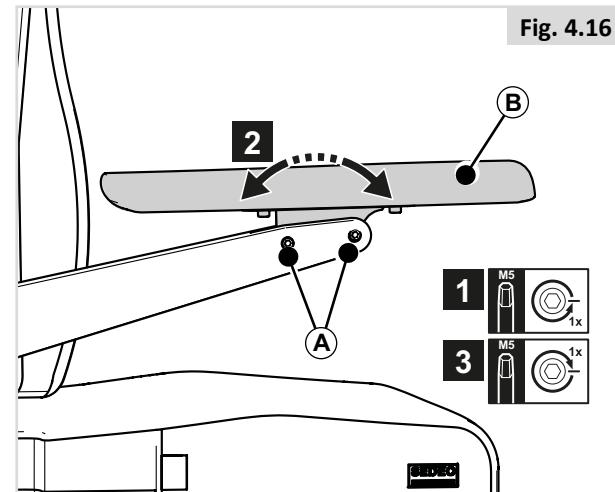

Fig. 4.16
TRIN 2 (Fig. 4.16)
For at kunne nå den bageste skrue ved lave armlænshøjder, skal du først løsne skruerne (A) i Fig. 4.16 og justere pudens vinkel.